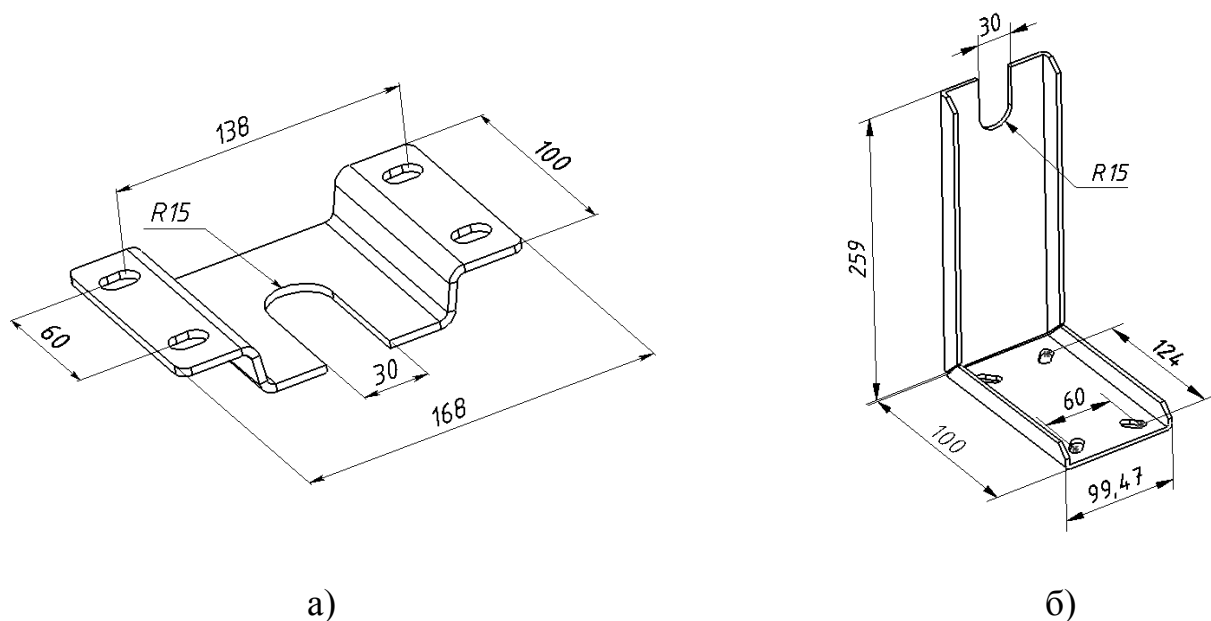
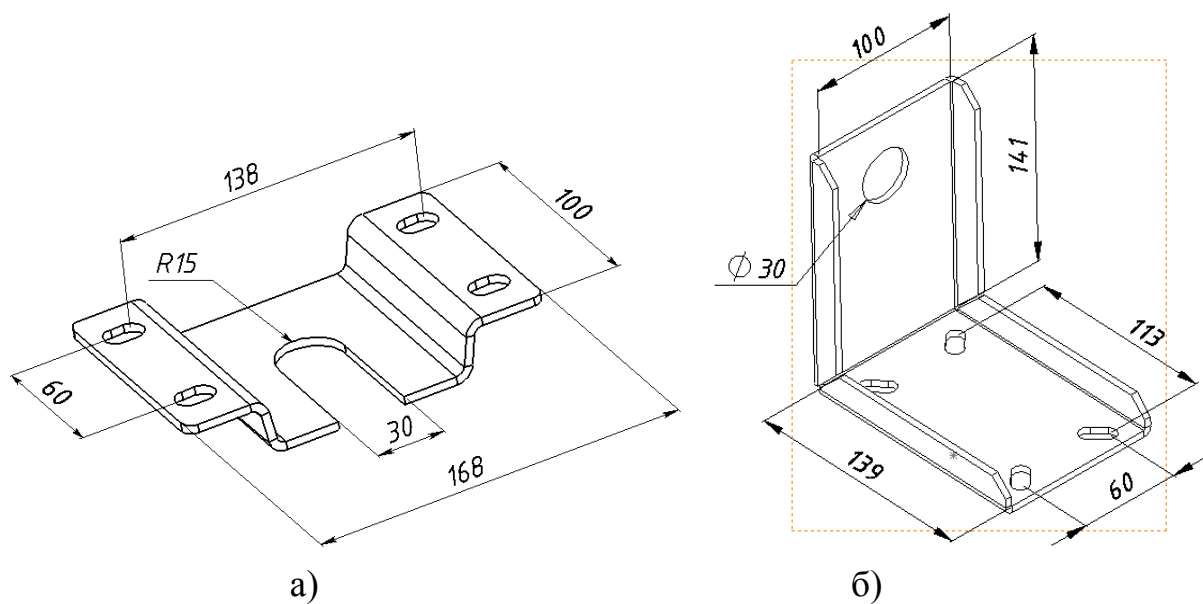

Рис. 4 Общий вид и присоединительные размеры креплений модуля «ИМПУЛЬС-20-Т»
Рис. 5 Общий вид и присоединительные размеры креплений модуля «ИМПУЛЬС-2-Т»
7.3.1 Монтаж модулей (размещение) производится согласно проекта на систему пожаротушения, закреплением к стене или потолку с помощью креплений рис.4 и рис. 5.